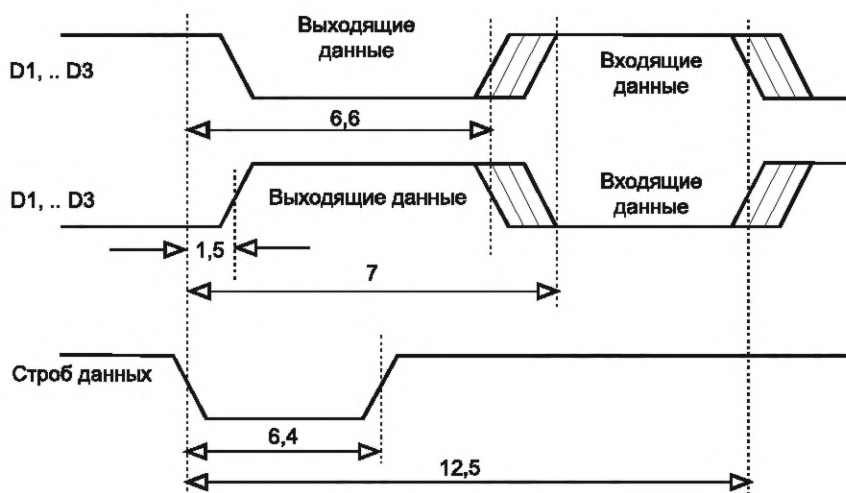

Рисунок 50 — Типовая временная диаграмма для двунаправленного ввода/вывода (D1, D3 — уровень напряжения на соответствующем порте данных)
**Bidirectional ports (двунаправленные порты):** Если реализованы порты ввода/вывода данных и если они могут использоваться для двунаправленной передачи данных, то должны передаваться сначала выходные данные, а затем входные (см. рисунок 50).